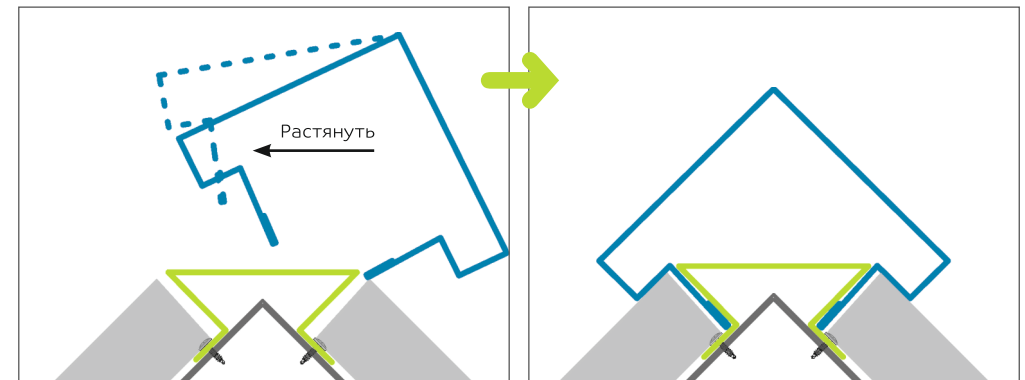

Рис. 4
- Одна сторона верхней планки (по всей длине) заводится в зазор между панелью сайдинга и нижней планкой, после чего плавно отгибается вторая сторона верхней планки и заправляется в посадочное место (рис.4).